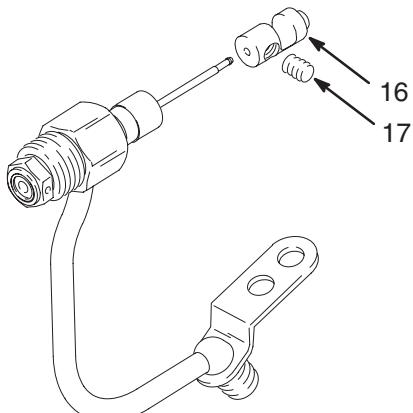

Fig. 11
- En maintenant le guide du ressort (16) pour éviter la déformation du pointeau, desserrer les vis de réglage (17). Retirer le guide du ressort (16). Voir Fig. 11.